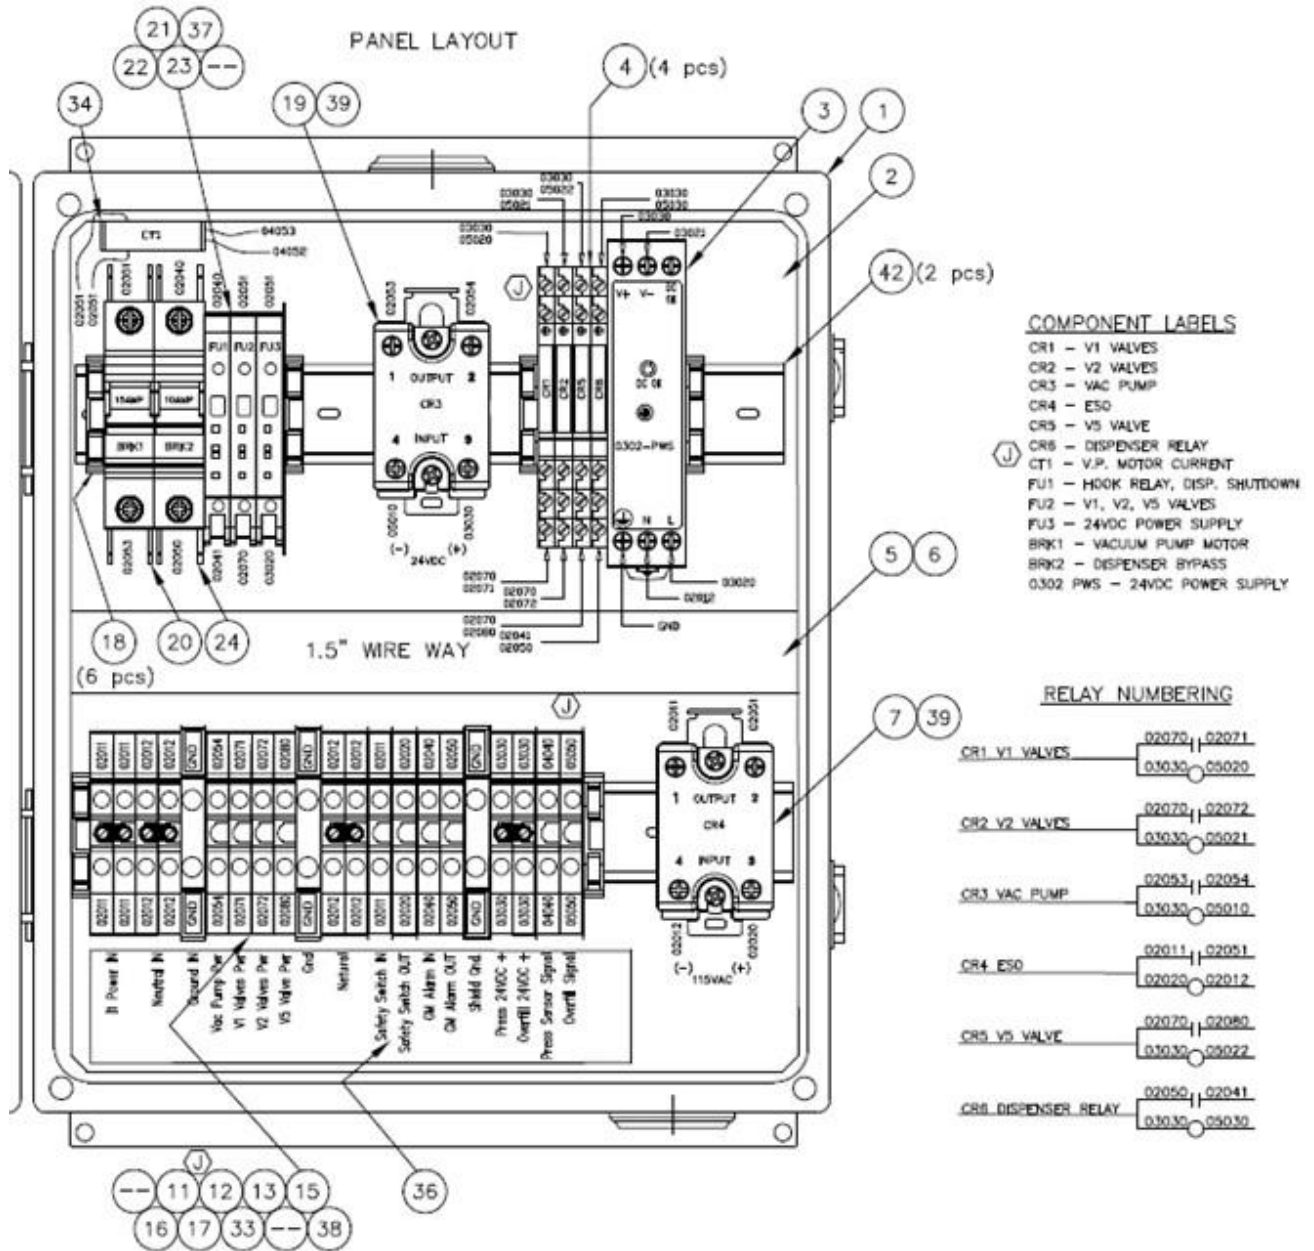
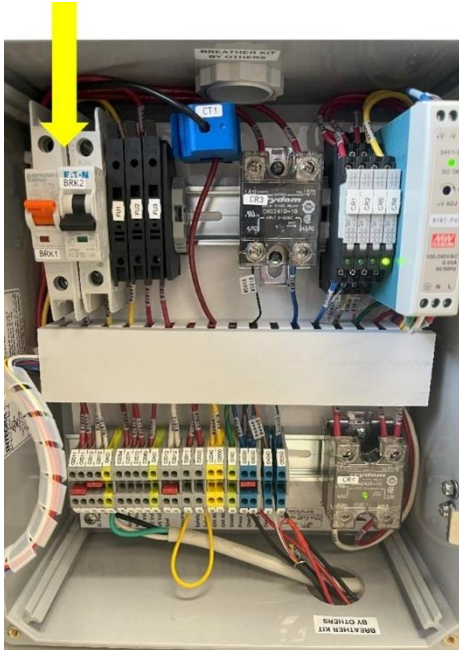
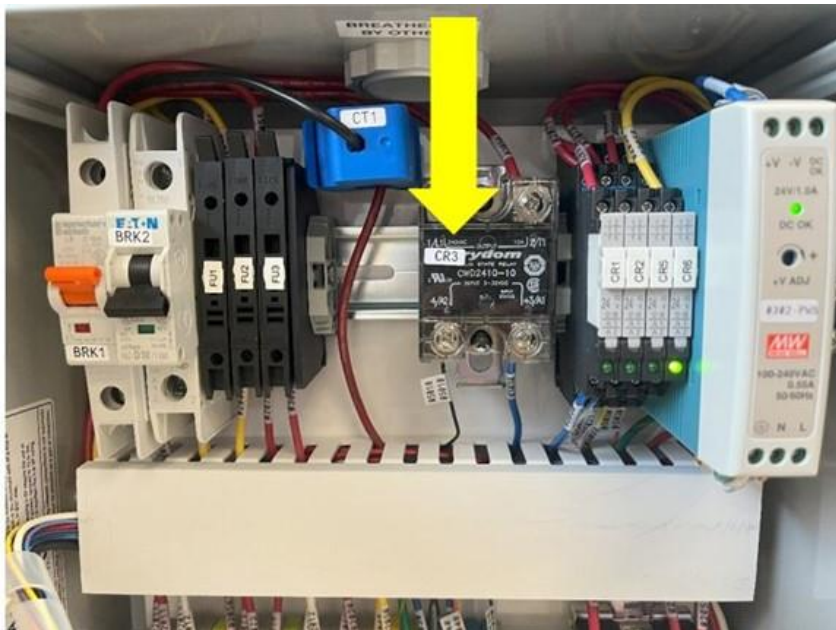

Figura 9-2: Panel de control VST, piezas de repuesto del panel interior
Figura 9-3: Bomba de vacío BRK1
Figura 9-4: Relé de estado sólido de la bomba de vacío
- Ver la figura 9-2
4. Encuentre el disyuntor del motor de la bomba de vacío (**Vea la Figura 9-2, elemento n.º 20**) y tome nota de los números y ubicaciones de los cables. **Vea la Figura 9-3.**
- **Vea la figura 9-3.**
Vea la Figura 9-3.
4. Encuentre el relé de estado sólido de la bomba de vacío (vea la **Figura 9-2, elemento n.º 19**) y tome nota de los números y ubicaciones de los cables. **Vea la Figura 9-4.**
5. Utilice un destornillador para retirar los cuatro cables. **Vea la Figura 9-4.**
- **Vea la figura 9-4.**
3. Vuelva a instalar los cables en los contactos correspondientes. Los cables de VDC inferiores deben instalarse como se muestra en la **Figura 9-4** debido a la polaridad.